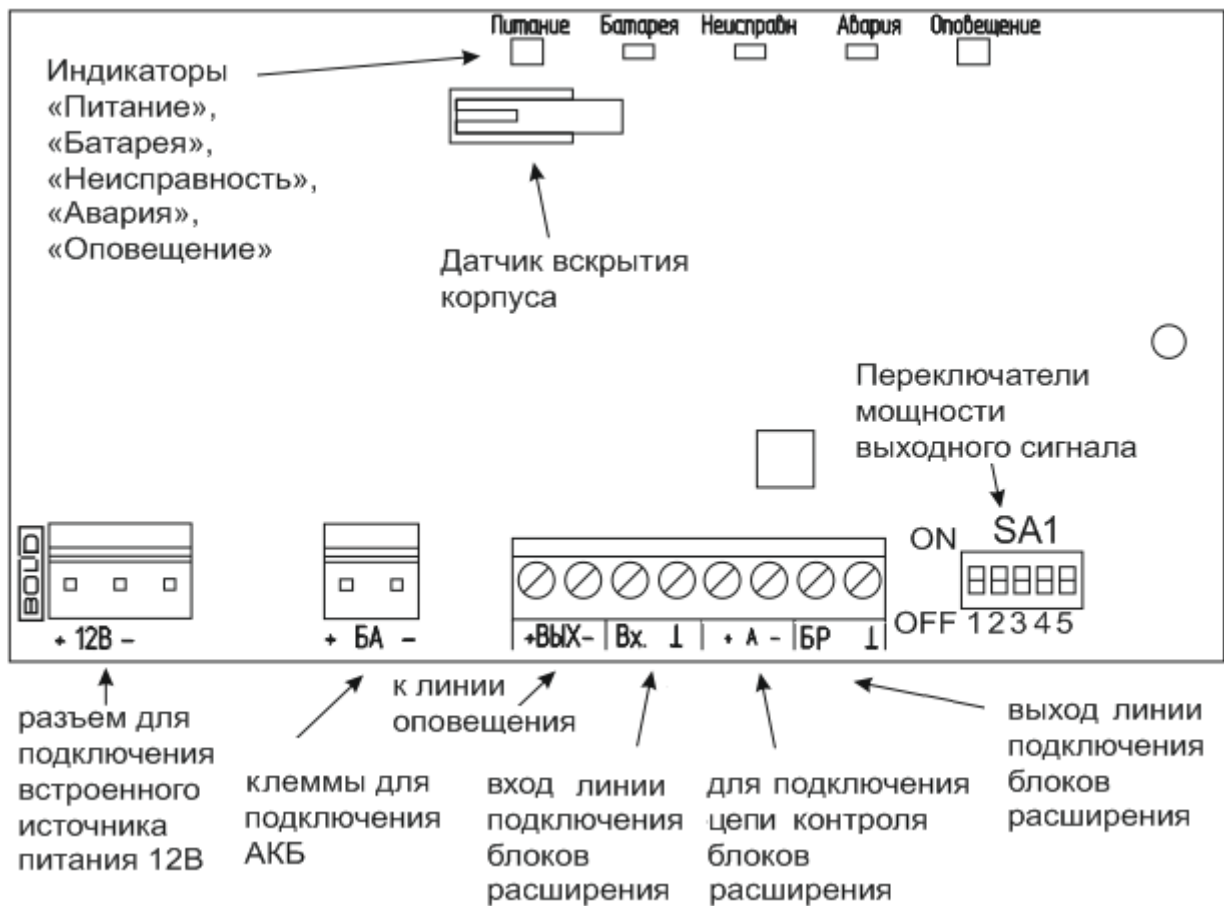

Рис. 1
1.4.1 На плате блока имеются световые индикаторы, предназначенные для индикации режимов работы и состояния подключённых к нему внешних цепей, а также датчик вскрытия корпуса (см.Рис. 1). Назначение индикаторов приведено в Таблице 4.